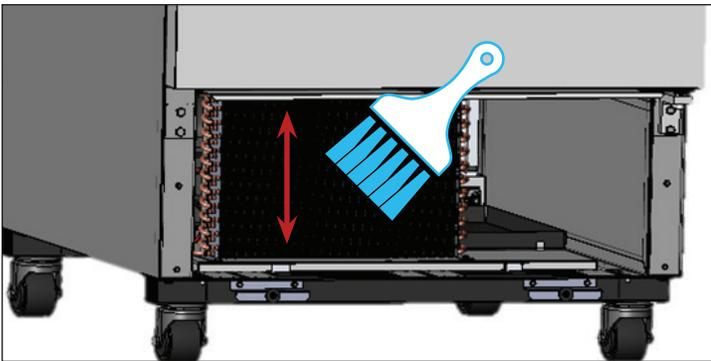

Fig. 3. Nunca cepille las aletas del serpentín.
3. Con un cepillo de cerdas duras, limpie cuidadosamente la suciedad acumulada en las aletas del serpentín del condensador. Consulte la fig. 3.